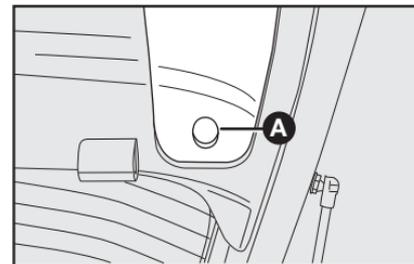

fig. 50
1) Utilizando una llave phillips, saque la tapa **A-fig. 50** en la parte interna de la tapa del compartimiento de equipajes.